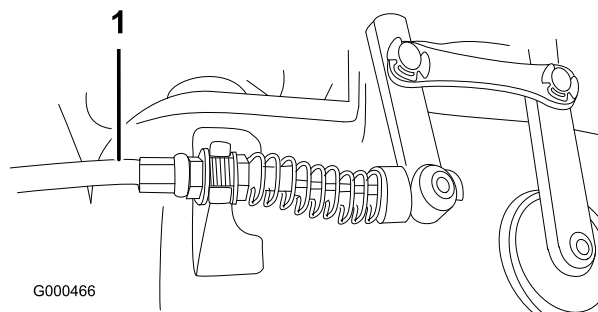

Figura 46
2. Para aumentar a tensão do cabo, desaperte a porca de bloqueio do cabo dianteiro e aperte a porca de bloqueio do cabo traseiro (Figura 46) (situada no topo da caixa de velocidades) até que a força do cabo do cilindro adicione 3,2 a 5 kg de força adicional do manípulo medida no botão de controlo.